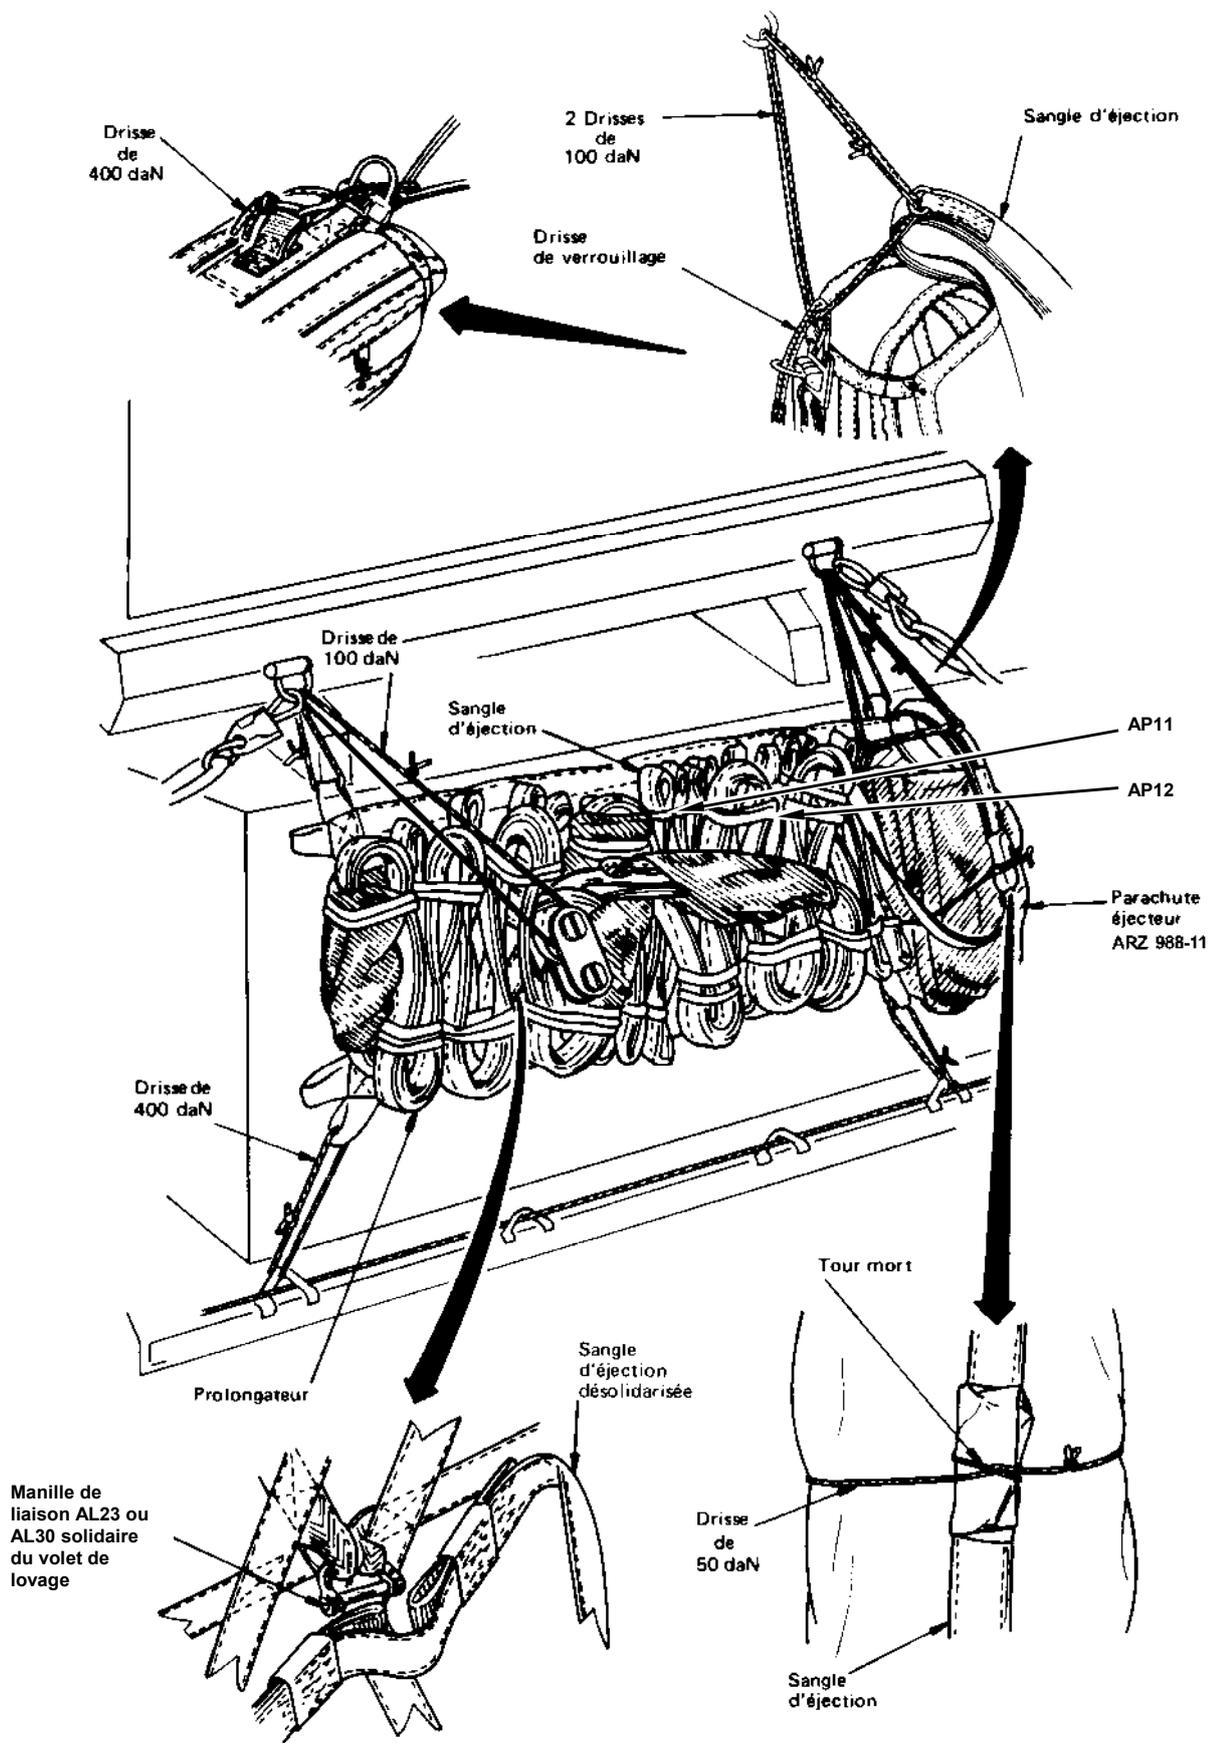

Fig. 2.12 - Fonctionnement d'ensemble- Position de départ
1. Le sac contenant la voile est fixé par des drisses à casser à la charge qui doit sortir immédiatement avant la charge considérée (fig. 2.12 à titre d'exemple).